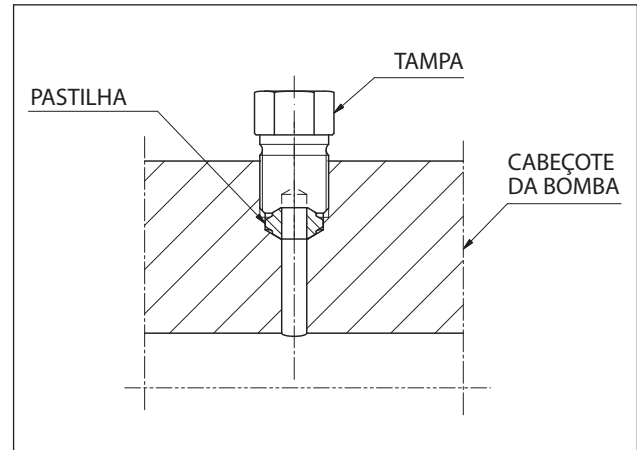
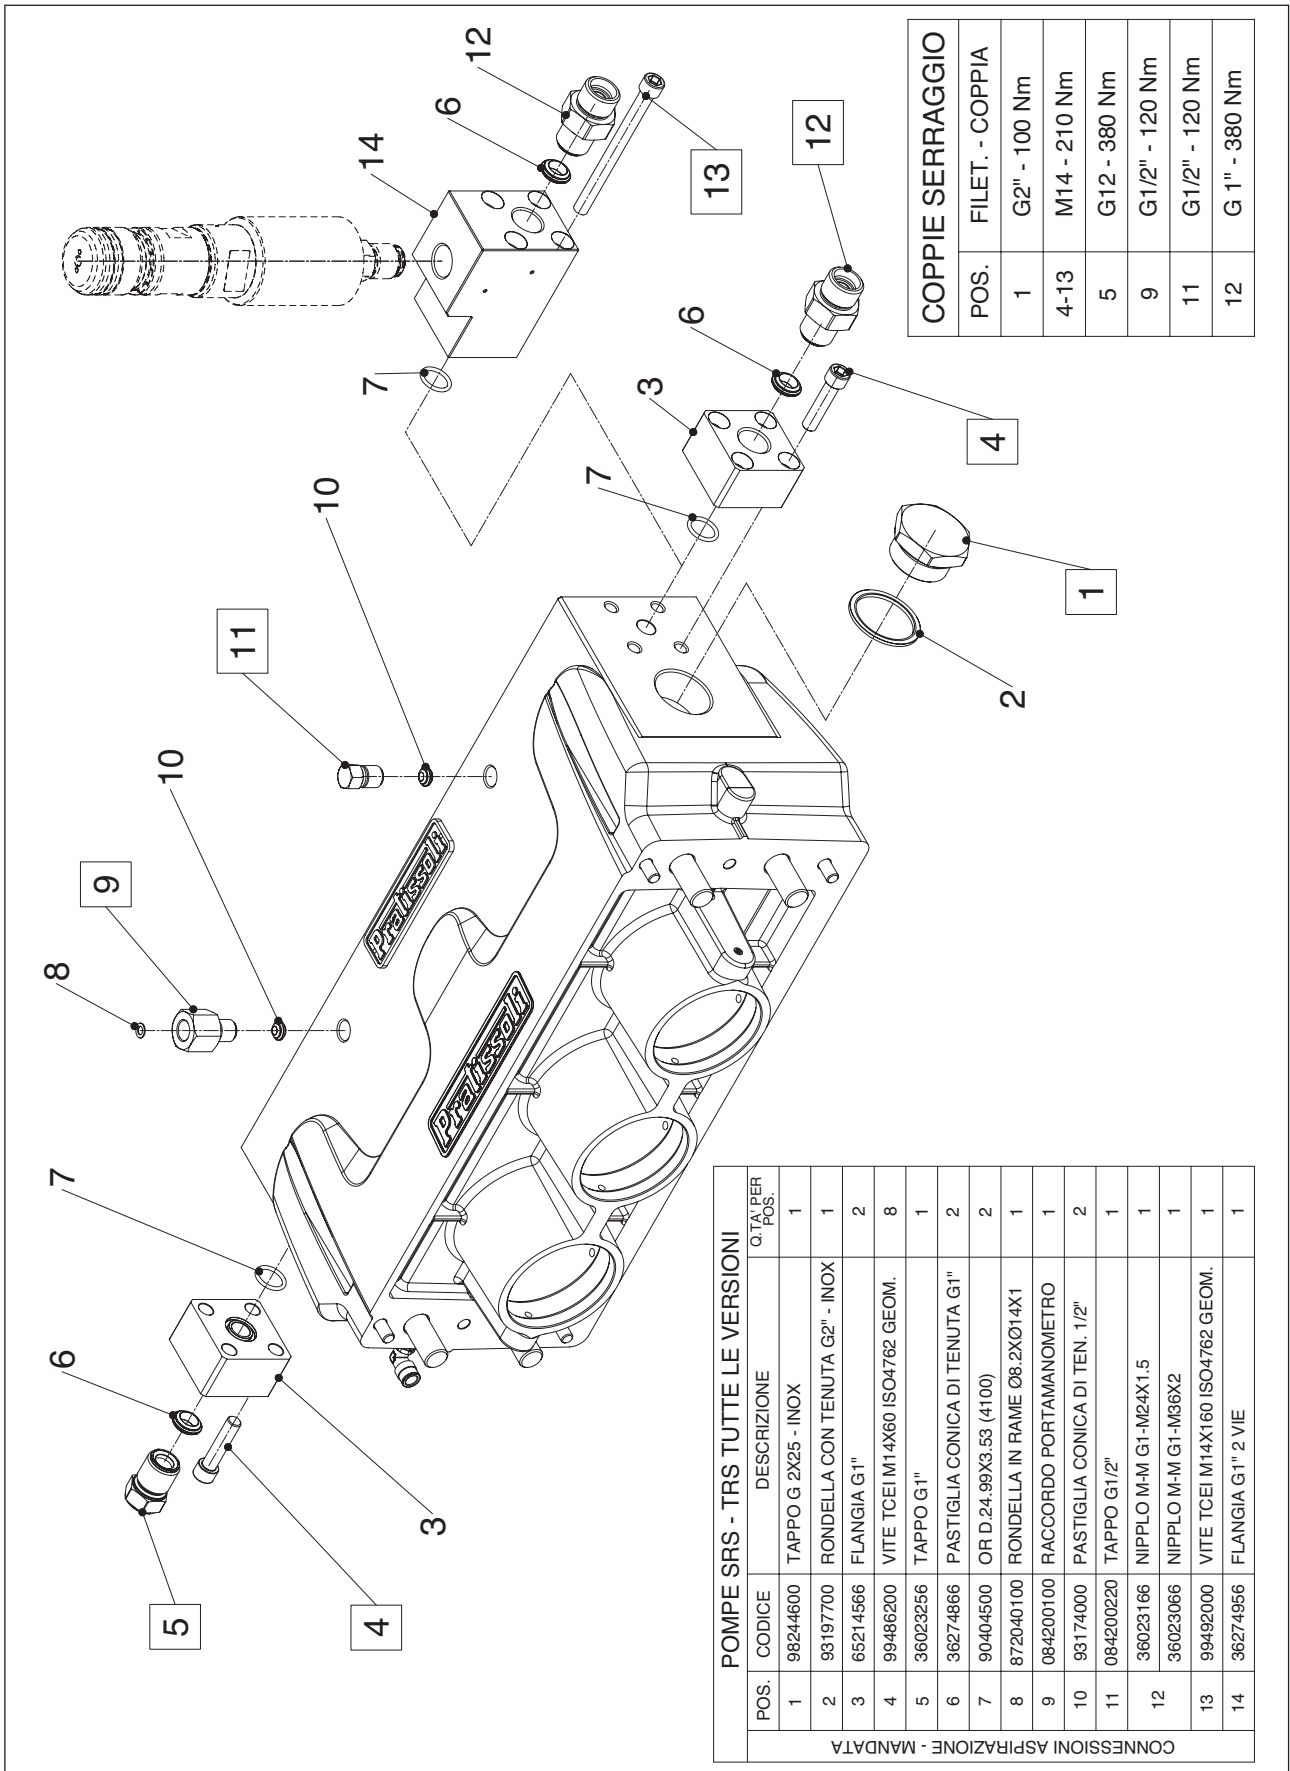

Fig. 7
Fig. 8
- 1) Duas tomadas de aspiração "IN": G2", consulte "CONEXÕES ASP./MAND. SRS-TRS H.P." COD.65951500 (Fig. 8).
- 2) Duas tomadas de fluxo "OUT" Ø19: veja "EXPLOÇÃO DA FLANGE ASP./MAND. SRS-TRS H.P." COD.65951500 (Fig. 8).
Disponível com as bombas SRS-TRS são fornecidas 4 pastilhas cônicas em aço para serem usadas nas tomadas de fluxo da bomba (veja Fig. 7) ou nos flanges de ligação opcionais, com a função de assegurar a estanqueidade da conexão. Enquanto o local da tomada de descarga na bomba já está trabalhada para alojar a pastilha cônica, se for necessário, realize o engate para o ajuste da descarga ou o tampão de fechamento deverá ser trabalhado adequadamente, conforme indicado na Fig. 8.
Para a composição da flange de aspiração e de fluxo, veja "CONEXÃO ASP./MAND. SRS-TRS H.P." (Fig. 8). Se necessário, contate o Departamento Técnico ou o Serviço de Assistência ao Cliente.